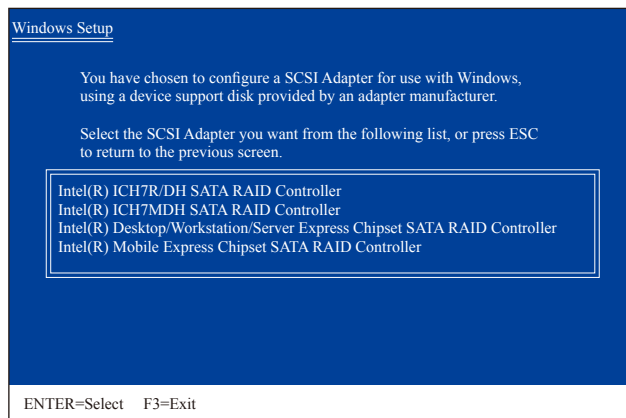

图2
放入存有SATA RAID/AHCI驱动程序的磁盘并按下<Enter>键。当如图2的画面出现时，请选择「Intel(R) Desktop/Workstation/Server Express Chipset SATA RAID Controller」再按<Enter>键，系统会从磁盘中下载RAID驱动程序。若设为AHCI模式，请使用键盘的上键移到「Intel(R) Desktop/Workstation/Server Express Chipset SATA AHCI Controller」项目再按<Enter>。
放入存有SATA AHCI驱动程序的磁盘并按下<Enter>键。当如图2的画面出现时，此画面所列出的两项驱动程序皆需安装。请先在「Marvell shared library (install first)」项目上按<Enter>键，待确认画面出现时，按<S>键回到图2选单。接着再选择「Marvell 91xx SATA Controller 32bit Driver」并按<Enter>键。